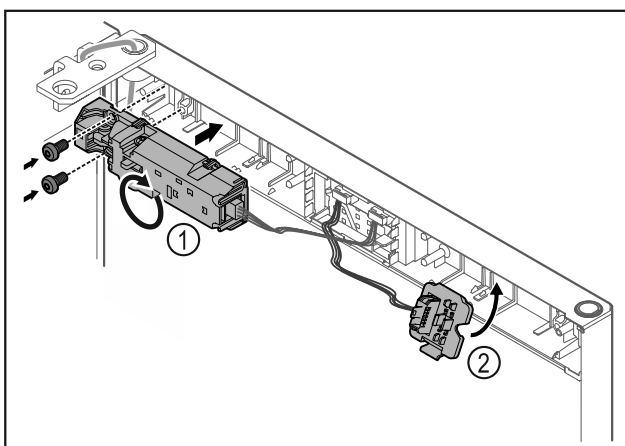

Fig. 19
- Drei fjernlåsen Fig. 19 (1) 180° grader og fest den på motsatt side.
- Sett pluggholderen Fig. 19 (2) fast på motsatt side.